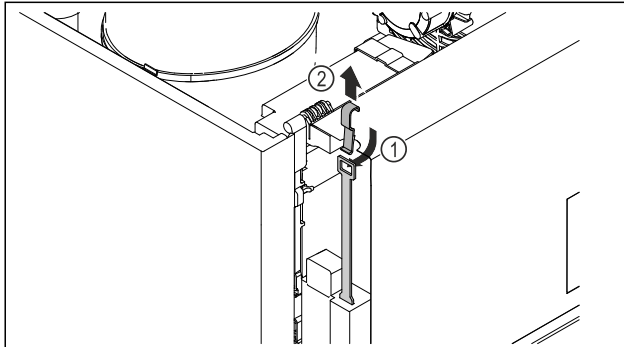

Fig. 211
- Työnnä hätäavausavain Fig. 211 (1) ylhäältä sisään, sovita lukkoon ja vedä ylös Fig. 211 (2).